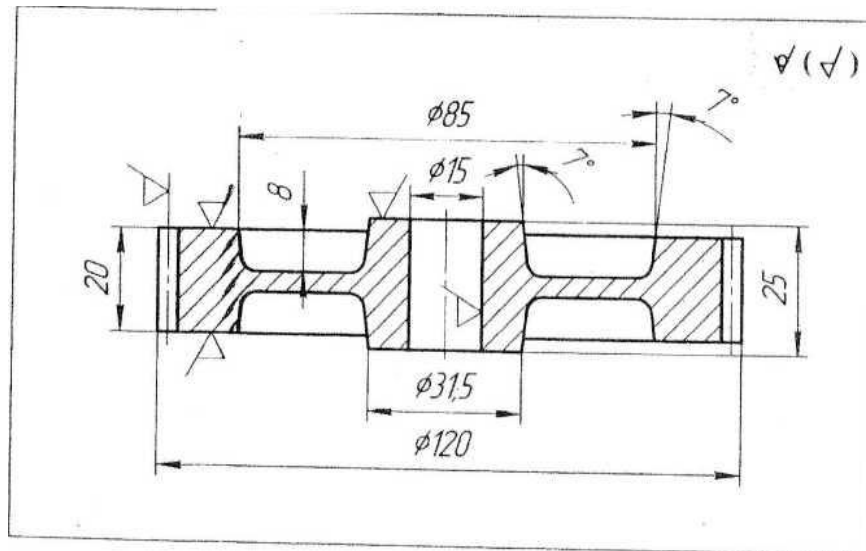

Рисунок 5. Зубчатое колесо, Сталь 30ХГТ.
3. По эскизу детали (рис. 5) разработайте эскиз штамповки с указанием припусков, штамп в разрезе. Рассчитайте массу заготовки и опишите процесс объемной открытой штамповки.